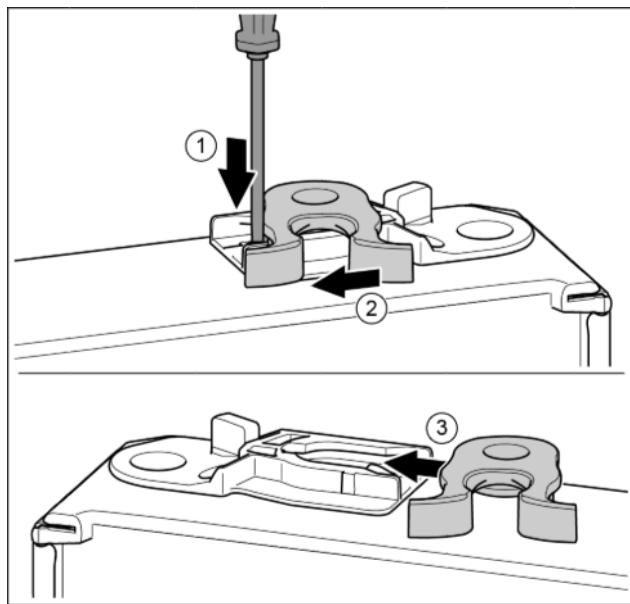

Fig. 17*
- ▶ Pousser vers le bas la languette avec un tournevis plat. *Fig. 17 (1)**
- ▶ Tirer le crochet de fermeture en dehors du guide. *Fig. 17 (2)**
- ▶ Pousser le crochet de fermeture dans le guide de l'autre côté. *Fig. 17 (3)**